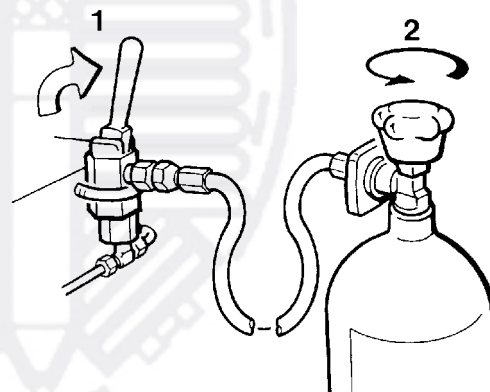

Рис. 21 Заправка баллонов сжатого воздуха
- Сначала откройте заправочный клапан (1, Рис. 21).
- Затем откройте кран баллона (2) – начнётся заправка баллона сжатым воздухом.